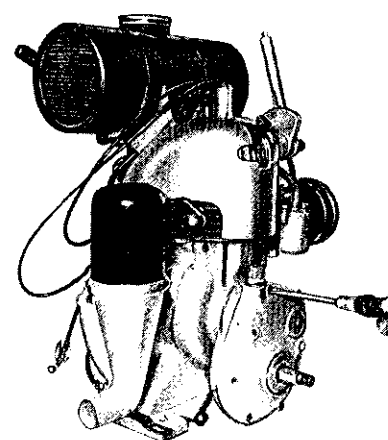

Bild 10. Lösen der Befestigungsschrauben
1. Drei Befestigungsschrauben lösen und Getriebe abnehmen (Bild 10).